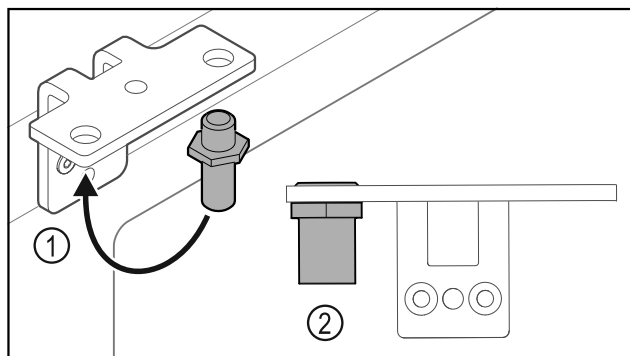

Fig. 32
- Mettre l'axe Fig. 32 (1) dans l'autre trou de l'équerre de charnière.
- Serrer l'axe Fig. 32 (2) au **couple de 12 Nm (9 ft-lb)**.